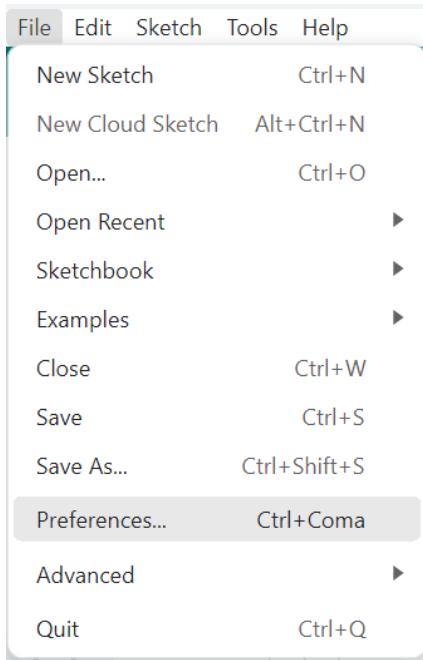

Figura 1. Ubicación Preferencias Arduino.
2. Abra el IDE de Arduino y de click en preferencias (figura 1).